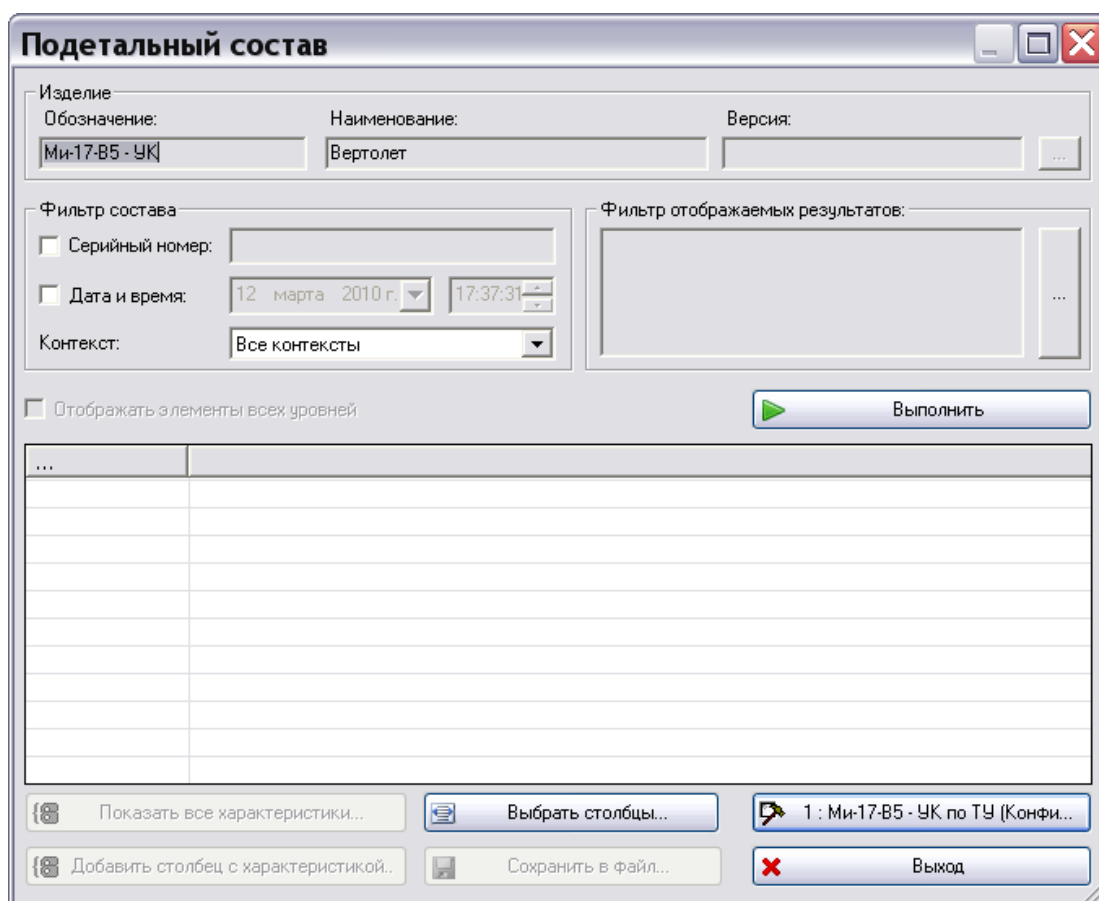

Рис. 78
5. После подтверждения выбора обозначение конфигурации, используемой в качестве фильтра, появится на кнопке выбора фильтра (Рис. 78).